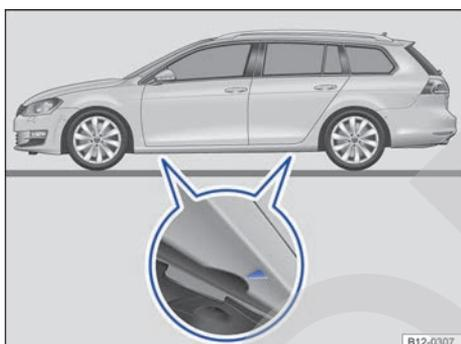

Fig. 216 Puntos de apoyo para el gato.
El gato únicamente se deberá colocar en los puntos de apoyo que se indican (marcas en la carrocería) → fig. 216. El punto de apoyo válido es el que se encuentra junto a la rueda correspondiente → ⚠.
5. Busque debajo del vehículo el punto de apoyo para el gato → fig. 216 que se encuentre más próximo a la rueda que haya que cambiar.